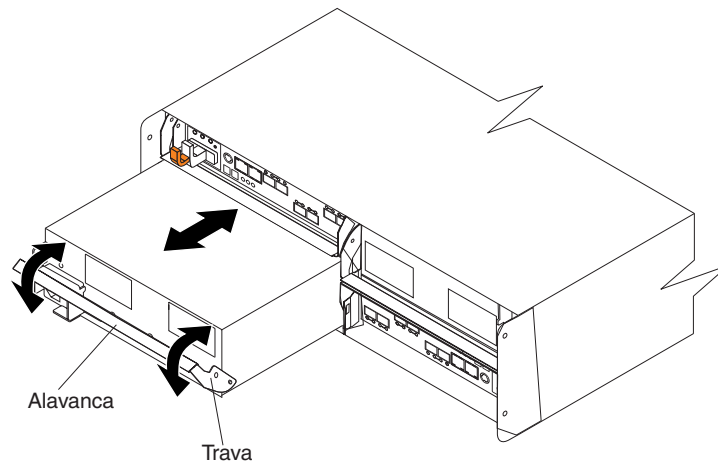

Figura 22. Recolocando uma Unidade de Fonte de Alimentação e de Refrigeração
1. Deslize uma unidade de fonte de alimentação e refrigeração para dentro do subsistema de armazenamento. Certifique-se de recolocar a unidade de fonte de alimentação e refrigeração para que a alavanca em cada unidade de fonte de alimentação e refrigeração se bara na direção da parte interna do subsistema de armazenamento, como mostrado em Figura 22. Não force o ajuste. A unidade de fonte de alimentação e de refrigeração foi projetada para impedir sua inserção incorreta no chassis.
Atenção: Certifique-se de que a alavanca esteja puxada para fora enquanto desliza a unidade de fonte de alimentação e de refrigeração no subsistema de armazenamento, conforme mostrado na Figura 22. As unidades de energia e refrigeração esquerda e direita são ajustadas no chassi do DS5020 em direções opostas. Se não conseguir inserir a unidade de fonte de alimentação e de refrigeração no compartimento por completo, inverta a unidade 180° e tente novamente.